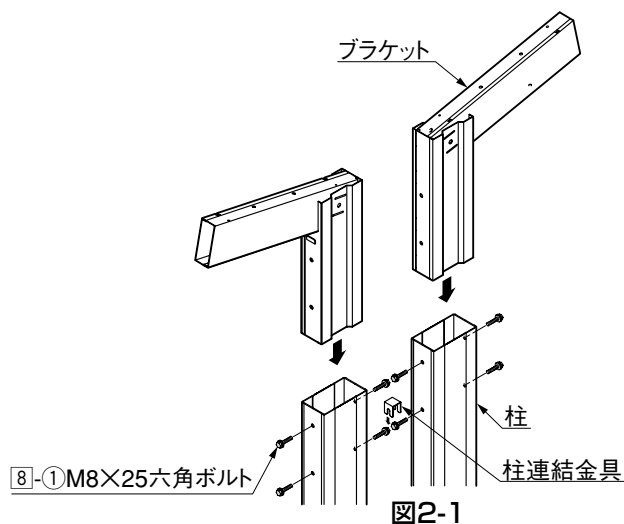

図2-1
- ① 柱にブラケットを差し込み、柱前面のみに固定してください。
- ② 合掌面側の8-①を軽く締め、すき間に柱連結金具を差込んで固定してください。(図2-1参照)